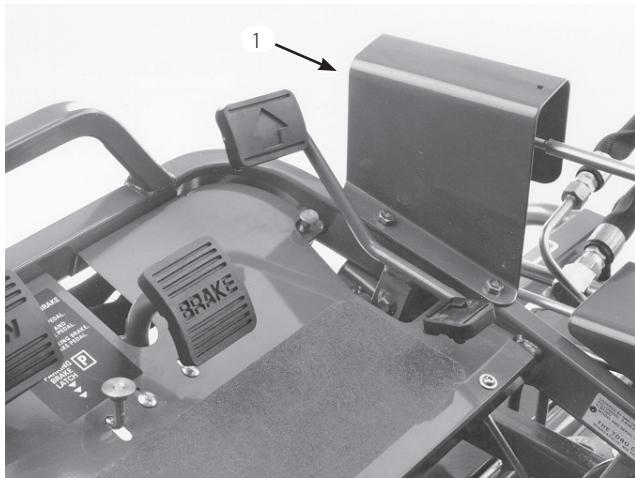

図 45
- スプールNo.1, No.2, No.3 をニュートラル位置（行程ニュートラル位置の時に上昇ペダルと芝刈りペダルの高さの中央）に置き、フット・パネルからトランスファ・ロッド・ガードを取る（図45）。